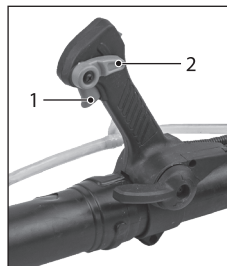

Рис. 26
4. Нажмите на курок газа 1 (рис. 26) и приступайте к работе. Обратите внимание, что устройство оснащено функцией круиз-контроля. Регулировать обороты двигателя и, соответственно, дальность распыления можно также с помощью рычага 2 (для его разблокировки необходимо нажать на курок газа 1). Нижнее положение рычага круиз-контроля соответствует низким оборотам двигателя, верхнее положение соответствует высоким оборотам.